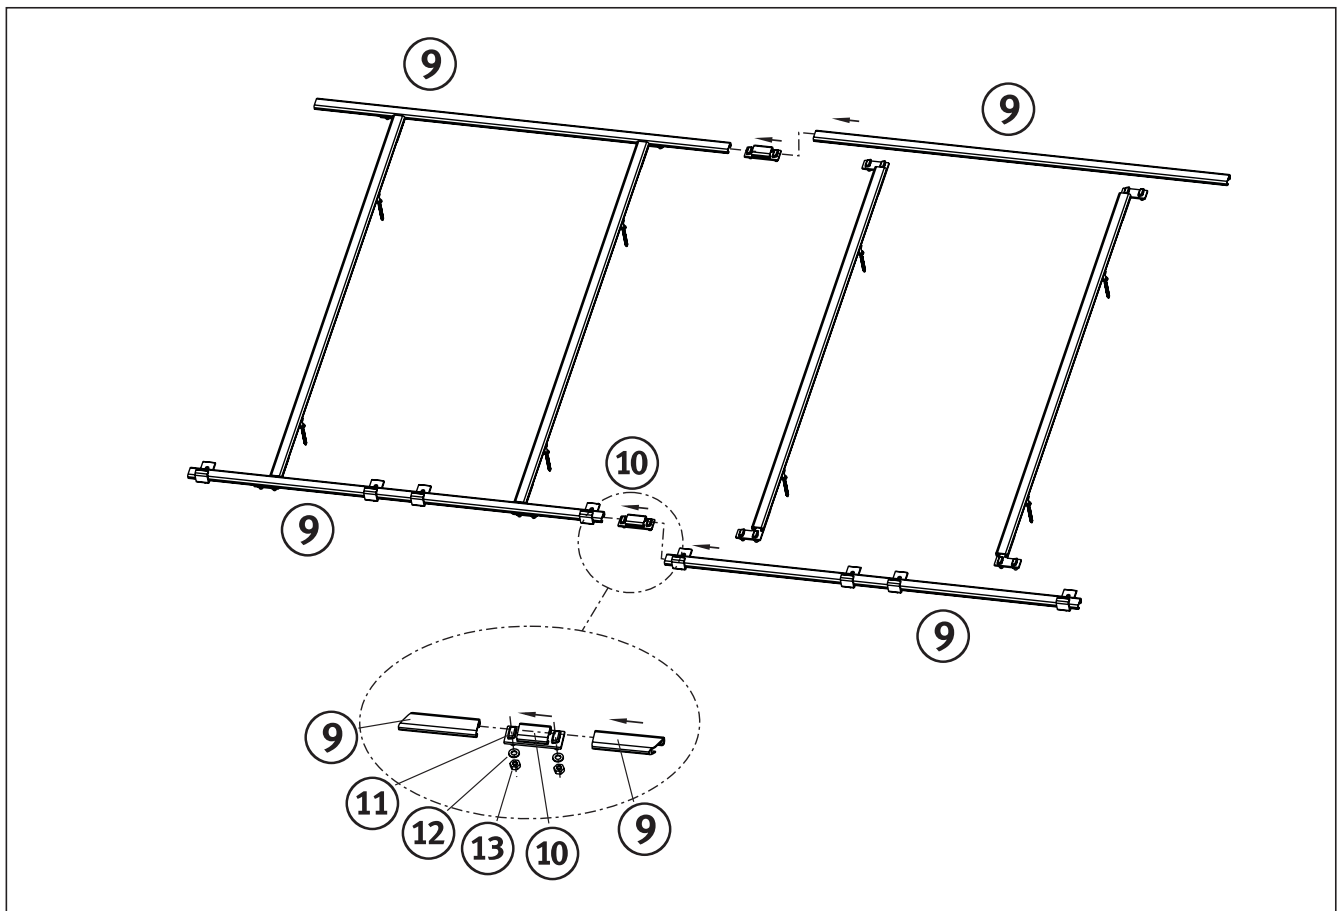

Abb. 4.30 Verbindung von mehreren Montagesets
- Bei der Verbindung von 2 oder mehreren Montagesets für VTK 570-Kollektoren werden die horizontalen Auflageschienen (Abb. 4.30, Pos. 9) mit je einem Verbindungsstück (Pos. 10) gekoppelt. Benutzen Sie dazu je 2 Hammerkopfschrauben (Pos. 11), Unterlegscheiben (Pos. 12) und Sechskantmuttern (Pos. 13).